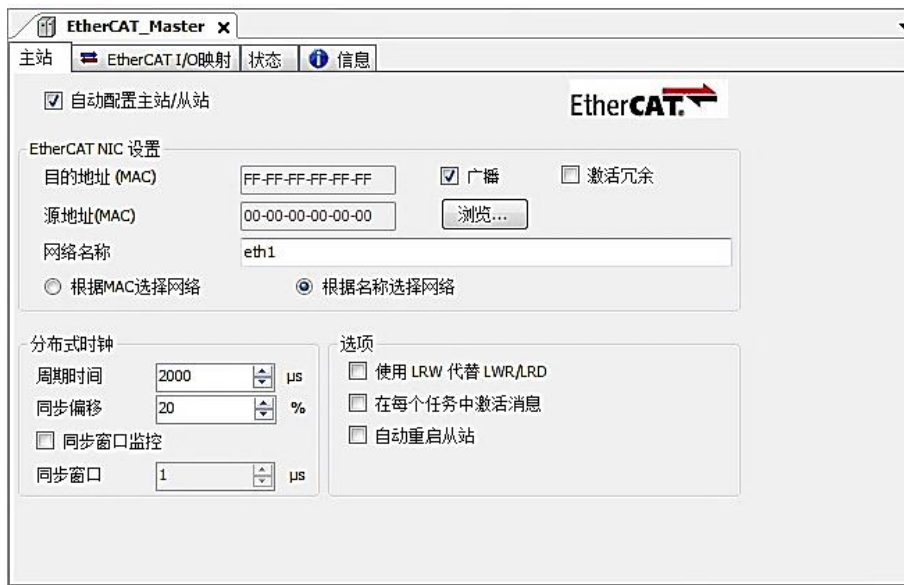

图 6.4 主站界面
**主站配置：**双击设备列表 EtherCAT 主站，弹出主站设置界面，如图 6.4 所示主站界面：
(1) 通用界面 (General)：